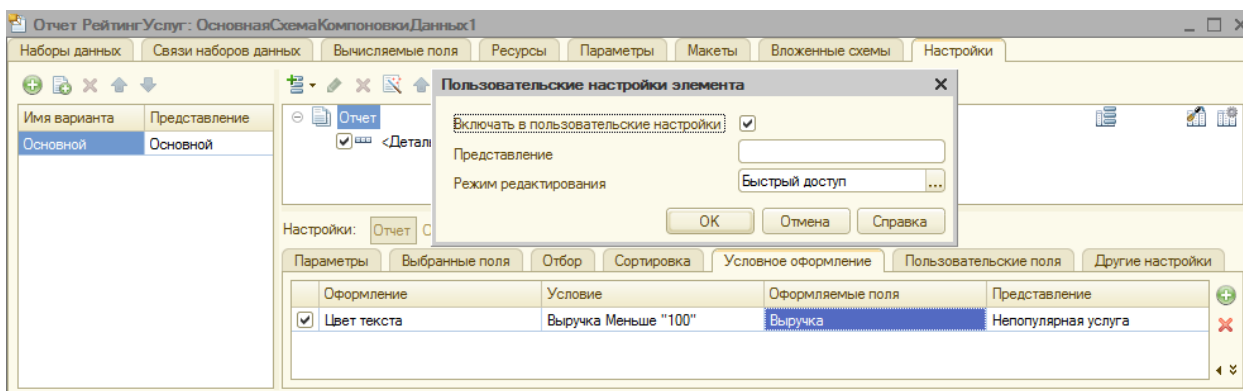

Рисунок 81 Условное форматирование
21. Настройте внешний вид отчета. В схеме компоновки данных, на вкладке **Условное форматирование** добавьте строку **Цвет текста**, сделав текст красного цвета. Остальные настройки – как на рис. 81: